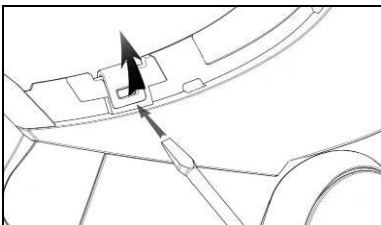

Fig. 30
- Libérez les clips droit et gauche de la calotte en faisant lever vers le haut avec un tournevis plat (ou autre objet similaire), comme cela est indiqué à la Fig. 30.